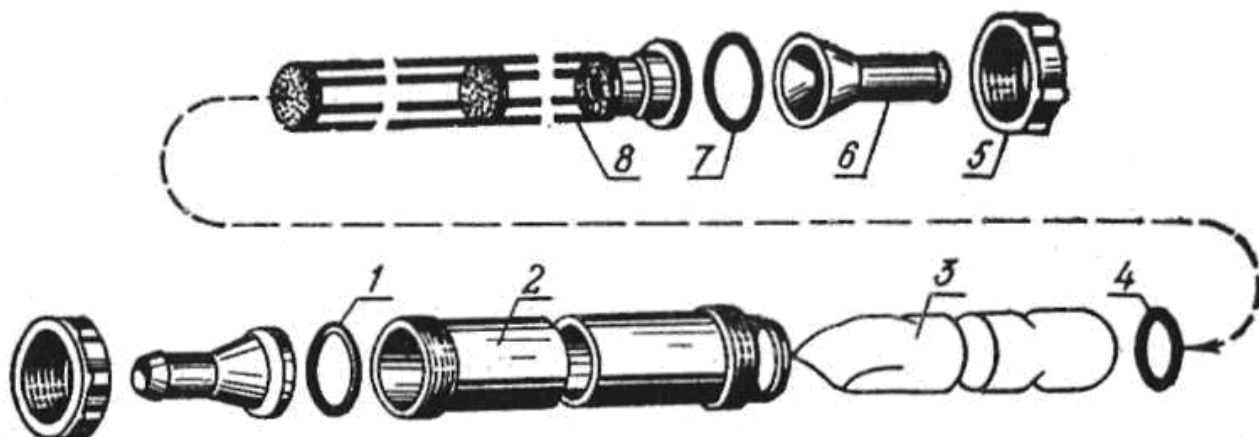

Рисунок 2 – Цилиндрический фильтр:
**Цилиндрический фильтр** применяют для фильтрования молока в потоке на доильных установках. Такой фильтр представляет собой цилиндрический элемент, выполненный из нержавеющей стали. Внутри корпуса 2 (рис. 2) фильтра имеется каркас 8, на который надевается фильтрующий элемент 3, закрепляемый резиновым кольцом 4. Уплотнение фильтра в корпусе достигается резиновыми прокладками.